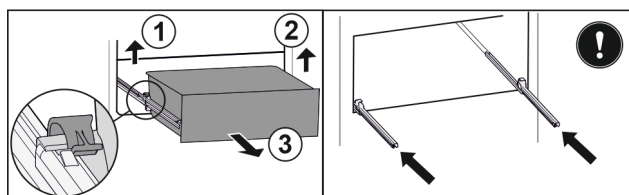

Fig. 84
- ▶ Dvignite levo spojko in hkrati povlecite predal levo naprej. Fig. 84 (1)
- ▶ Dvignite desno spojko in hkrati povlecite predal desno naprej. Fig. 84 (2)
- ▶ Predal vzemite ven v smeri naprej. Fig. 84 (3)